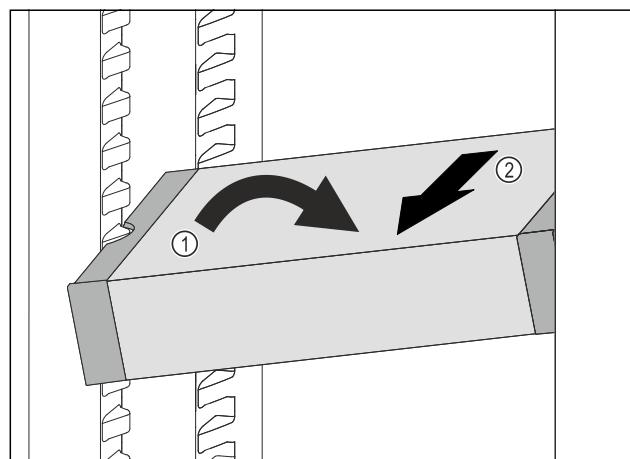

Fig. 58
- Poziționați oblic VarioSafe în frigider. Fig. 58 (1)
- Extrageți VarioSafe spre înațire. Fig. 58 (2)